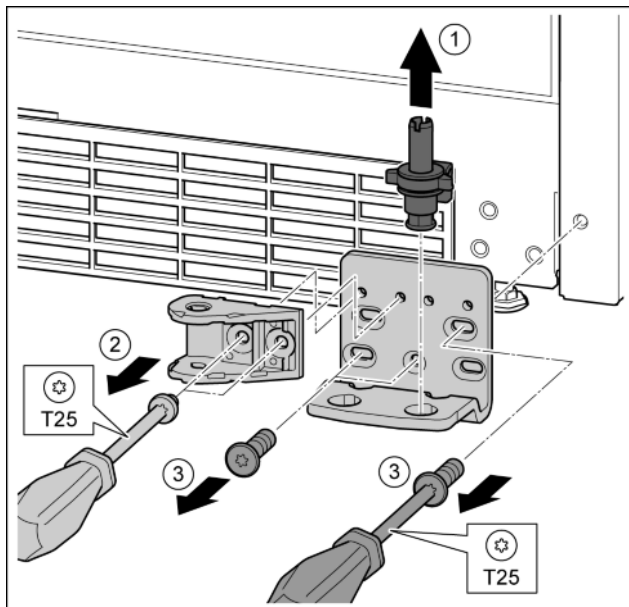

Fig. 35
- ▶ A teljes csapszeget felfelé húzza ki. Fig. 35 (1)
- ▶ A T25 csavarhúzóval tekerje ki a csavarokat, és vegye le a záráscsillapítót. Fig. 35 (2)
- ▶ A T25 csavarhúzóval tekerje ki a csavarokat, és vegye le a csapágybakot. Fig. 35 (3)